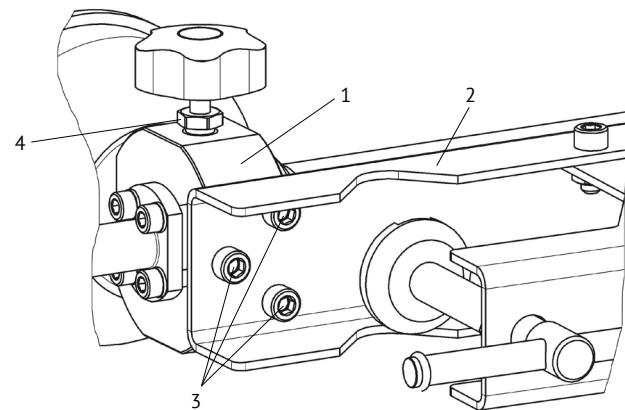

Рис. 2. Вид снизу
6.2 Присоедините струбцину 2 (Рис. 2) к корпусу 1 тремя винтами 3.
7.13 Для компактной переноски пресса выверните ручки штурвала 6. Отсоедините струбцину 2 (Рис. 2) от корпуса пресса 1, вывернув винты 3.